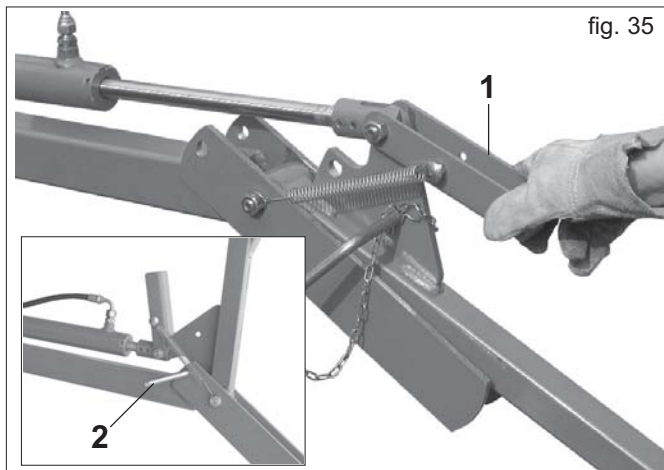

fig. 35
- 3) Ridicați clama (1 Fig. 35).
- 4) Activați sistemul hidraulic pentru a ridica grapa complet în poziția sa de transport, blocați-o cu ajutorul bolțurilor de fixare (2 Fig. 35) și fixați bolțurile cu cleme de reținere. **Bolțurile de fixare trebuie introduse din interiorul mașinii înspre exterior, altfel ar putea fi deteriorate prin ridicarea troleului din spate.**